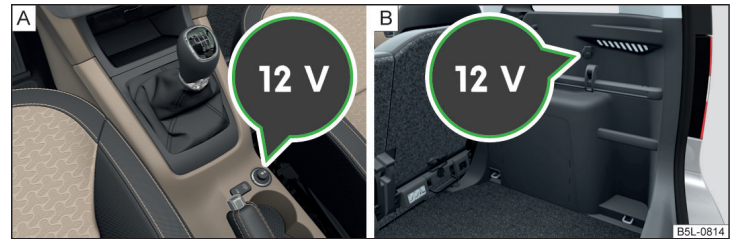

Fig. 81 Cubierta del enchufe de 12 voltios: en la consola central delantera / en el maletero
- Para el **uso**, retirar la cubierta del enchufe » fig. 81 - **A** o abrir la cubierta del enchufe » fig. 81 - **B**.